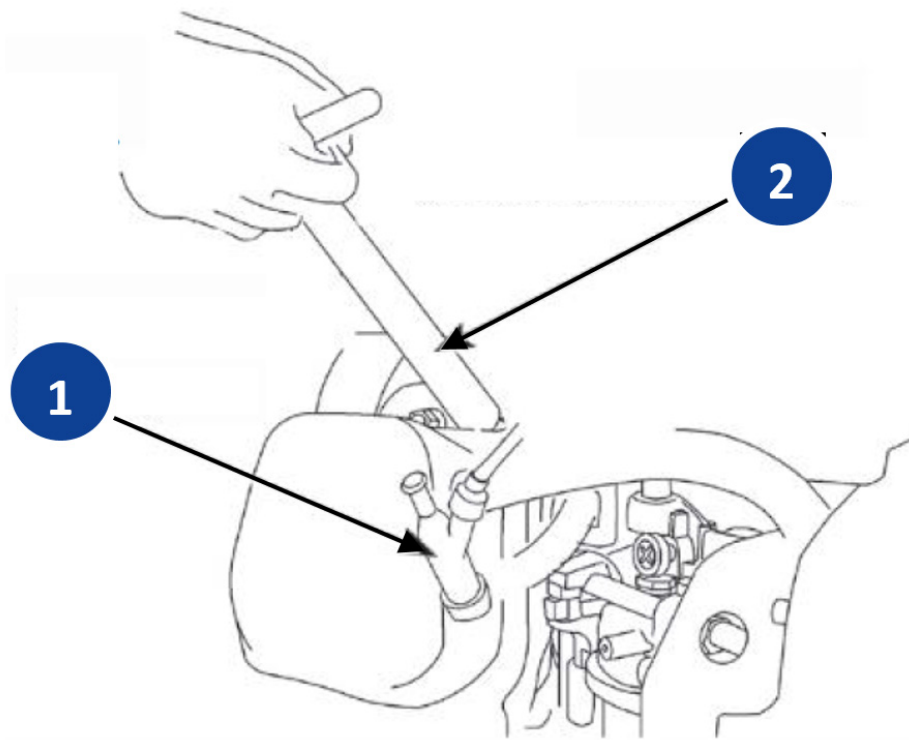

Fig. 8-5 Ta ut tennplugger
1. Ta av tennpluggkappen Fig. 8-5 - ① fra tennpluggene. Trekk alltid i selve hetten, aldri i tennpluggkabelen!
2. Sett tennpluggnøkkelen på tennpluggen Fig. 8-5 - ② og løsne den ved å skru mot klokken.
1. Drei de sjekkede tennpluggene med urviseren **for hånd** i tennpluggjengene på motoren Fig. 8-5 . Pass på at du setter tennpluggen rett inn, slik at du ikke skader gjengene.